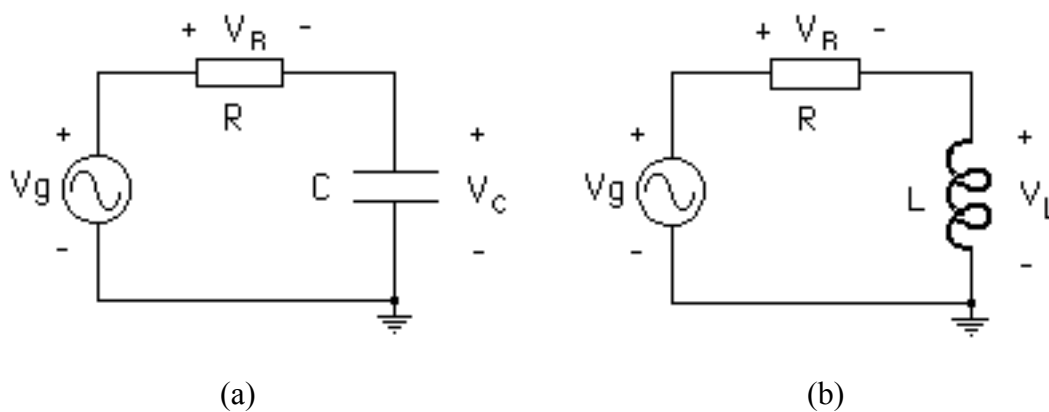

Figura 6.2.- Circuitos AC
- 20.- El siguiente paso es realizar el análisis AC Sweep de los circuitos mostrados en la Figuras 6.2.a y 6.2.b, empleando los valores indicados por su profesor tanto para los componentes como para la magnitud y el rango de frecuencia de las fuentes. En el análisis AC Sweep el programa aplica a la entrada del circuito una fuente sinusoidal, identificada como fuente AC, cuya amplitud la fija el usuario, y cuya frecuencia varía entre los límites de frecuencia que el usuario indique para la gráfica de salida. La idea es tener en una sola gráfica el comportamiento del circuito para todo el rango de frecuencias. Esto es lo que se llama la respuesta en frecuencia de un circuito, a partir de la cual se define el ancho de banda. Debido a la respuesta que presenta para distintas frecuencias, el circuito de la Figura 6.2.a se dice que es un filtro pasa-bajo pasivo, ya que a frecuencias muy bajas, el voltaje de salida V_c es similar a V_g , mientras que al aumentar la frecuencia, el voltaje de salida V_c tiende a cero. Por otra parte, el circuito de la Figura 6.2.b se dice que es un filtro pasa-alto pasivo, ya que a frecuencias muy bajas, el voltaje de salida V_L es prácticamente cero, mientras que al aumentar la frecuencia, el voltaje de salida V_L tiende a V_g . Una vez obtenidas la gráfica del voltaje V_c y V_L en función de la frecuencia, se deben pasar a un programa de dibujo y guardarlas en el pen drive.